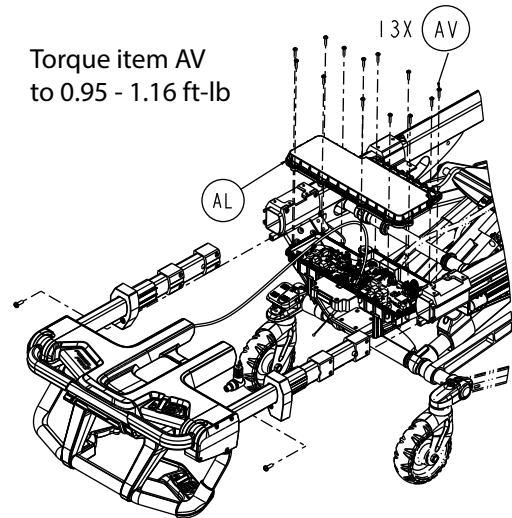

Figure 92 – Retirer les vis du boîtier FEIB
9. À l'aide d'une clé Torx T20, retirer les treize vis de taraudage à tête ronde à embase (AV) qui fixent le boîtier supérieur FEIB (AL) au boîtier inférieur FEIB (Figure 92). Conserver les vis.